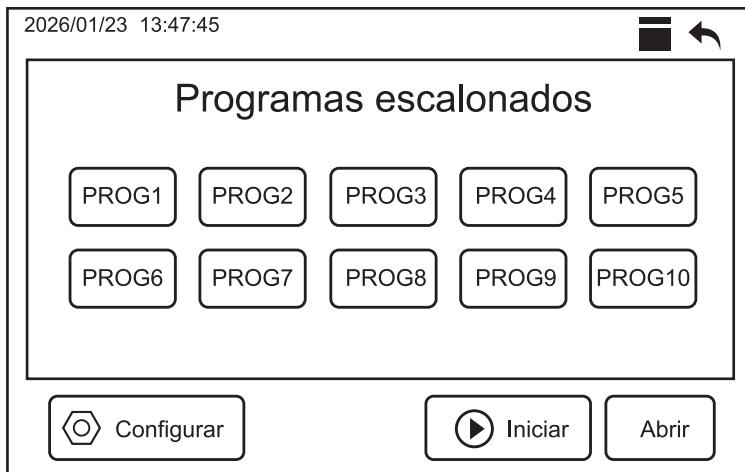

Figura 15.
b) Despues, pulse en el botón “**Modo escalonado**” para abrir la ventana de edición (Figura 15). Esto permite editar parámetros específicos de la operación para personalizar el proceso, creando así, un **protocolo de centrifugación multifase**, donde cada fase tiene ajustes diferentes de velocidad y tiempo (Figura 16).